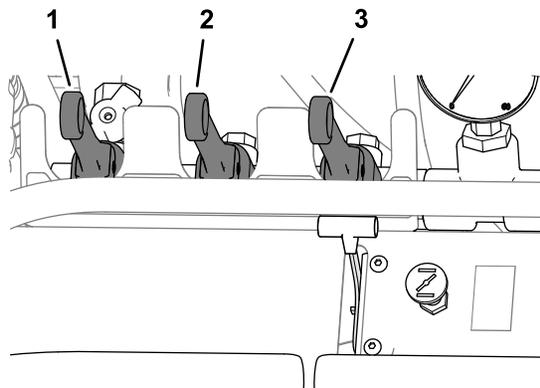

Figure 34
2. Vérifiez que les poignées des vannes de commande de pulvérisation sont en position ARRÊT (Figure 34).